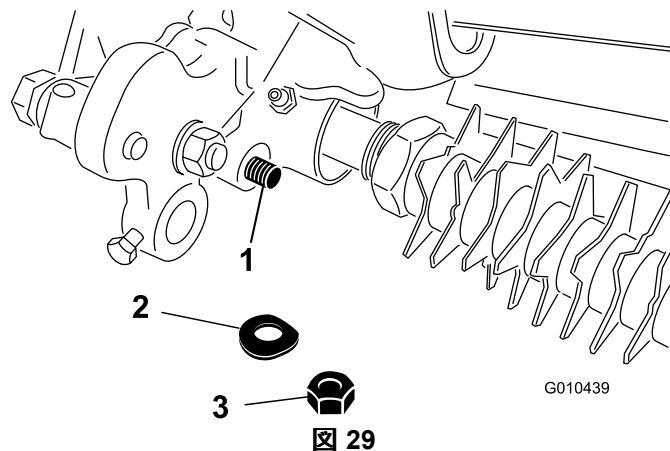

図 29
4. 刈高アーム・アセンブリのロッドの端部をグルーマ駆動アセンブリに固定しているロックナットとスプリングワッシャを外す 図 29。